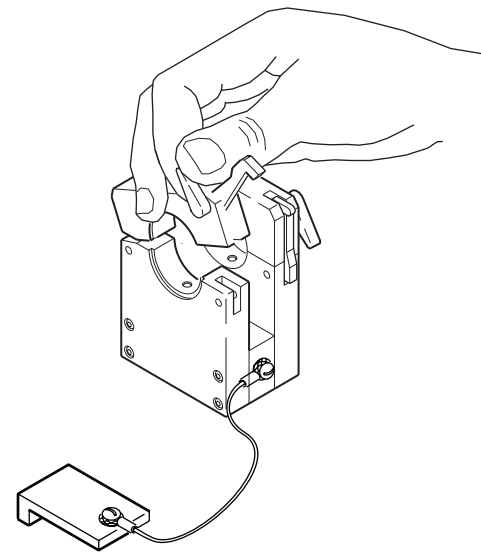

Abbildung 12 Öffnen des Spannblocks
2. Die Spannfutterhälften in der oberen und der unteren Seitenplatte einsetzen und die Spannfeederschrauben festziehen. Sicherstellen, dass die Spannbacke bündig mit der Seitenplatte abschließt. Siehe Abbildung 12.